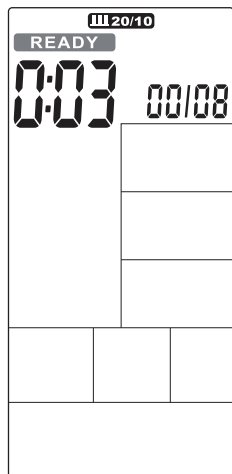

FIGURA 24
- El tiempo cuenta hacia atrás de 3 a 0, luego la consola se iniciará, mientras que una alerta audible sonará una vez por segundo y la palabra READY parpadeará una vez por segundo, mostrando la cuenta '00 / 08' (Figura 24).